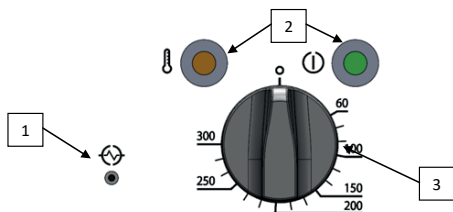

Bild 16. Steuerungselemente des Gerätes
- Vor dem Beginn der Arbeit sollte der Drehknopf der Steuerung (Bild 16 Pos. 3) auf die Position „0“ eingestellt werden.
- Um das Gerät einzuschalten sollte der Drehknopf nach rechts gedreht werden und die gewünschte Temperatur eingestellt werden. Es werden sich die beiden Signallämpchen einschalten. Der Betrieb des Gerätes wird durch das grüne Signallämpchen signalisiert, das orangefarbene Lämpchen signalisiert den aktiven Erhitzungsprozess und erlischt, wenn die eingestellte Temperatur erreicht ist (die mit Hilfe des Drehknopfes eingestellt wird Bild 16 Pos. 3). Wenn die Temperatur der Platte sinkt, wird das Gerät erneut die Heizelemente aktivieren, bis die eingestellte Temperatur erreicht ist.
- Das Gerät ist mit einer Sicherung ausgestattet, die automatisch das Gerät vom Strom abschaltet, wenn die Nennbetriebstemperatur überschritten wird. Nach der Beseitigung der Ursache der Regelwidrigkeit und dem Abkühlen der Heizplatte sollte der Sicherheitsschalter eingedrückt werden, um die Arbeit mit dem Gerät fortsetzen zu können (Bild 16 Pos. 1).
- Zum Ausschalten des Gerätes sollte der Drehknopf (Bild 16 Pos.3) auf die Position „0“ in Richtung gegen den Uhrzeigersinn eingestellt werden (das grüne Signallämpchen schaltet sich aus) und das Gerät soll vom Stromnetz getrennt werden. Nach der Beendigung der Arbeit, warten, bis die Temperatur sich senkt und als nächstes das Gerät abwaschen und die Reste aus der Schublade für die Abfälle entfernen. Die heiße Platte nicht mit dem Detergens waschen, da dies zu ihrem Einrosten führen kann. Zum Schluss die Platte mit einem weichen Lappen oder Papiertuch abwischen.